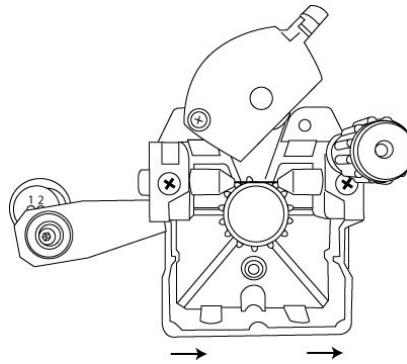
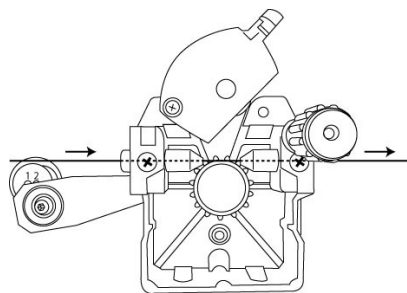
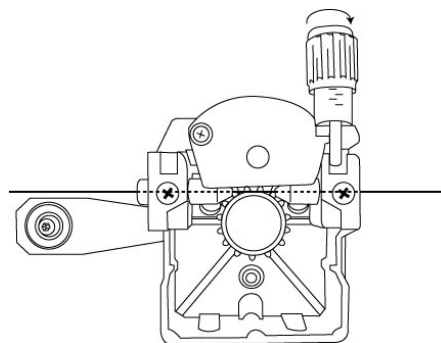

Fig.5
Fig.6
Fig.7
- monter vos galets au diamètre du fil à dévider. Découpler la bielle de l'excentrique (fig.5). Introduire le fil jusqu'à l'entrée de la platine, ensuite le faire glisser à l'intérieur de celle-ci dans les différents tubes prévus à cet effet
- poussez la platine découplée de la bielle vers la face avant du dévidoir (fig.5), maintenez le en pression, faire glisser le fil à la main sur 1 m environ (fig.6) et bloquer les galets (fig.7), re-coupler la bielle